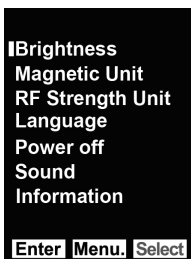

Abbildung 4 - Optionenbildschirm des Hauptmenüs
6. Auf dem Hauptbildschirm (Abbildung 4) kann die Taste MENU zum Verlassen des Hauptmenüs verwendet werden.